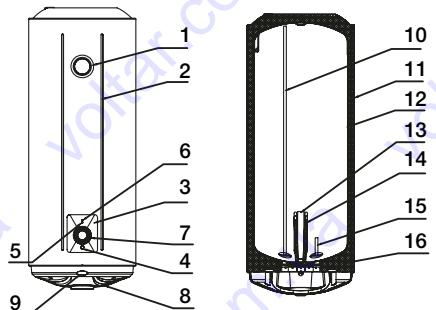

Рис. 1
1. Водонагреватели этой серии оснащены одним электрическим нагревательным элементом и могут работать в режиме полной или половинной мощности соответственно 1500 Вт или 750 Вт (водонагреватели емкостью 150 л в режиме мощности 2400 Вт или 1200 Вт). После подключения к источнику питания начнется нагрев в режиме 750 Вт (1200 Вт). Когда горит индикатор «Full power», значит включен режим полной мощности. Режим мощности регулируется нажатием кнопки «P» (рис. 1, п.4), одновременно будут гореть лампочка нагрева (рис. 1, п.5) и индикатор полной мощности (рис. 1, п.6).
полной мощности. С помощью ручки регулятора нагрева (рис. 1, п 7) установите требуемый уровень нагрева воды в диапазоне от мин до макс. Степень нагрева воды будет отображаться на шкале термометра (рис. 1, п 1). Режим «ECO» – экономичный режим, на шкале нагрева соответствует температуре 50–55°C. Нагрев воды отключается автоматически и включается для подогрева автоматически.